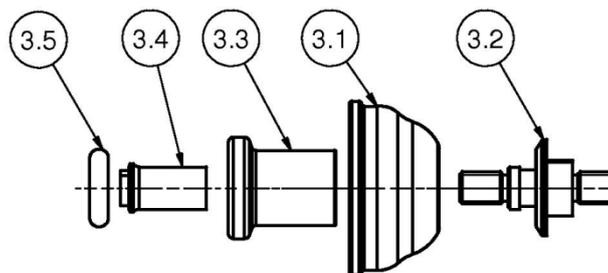

Bild 9 – Ventilkegel Einzelteile
- Ventilkegel (3) mit Maulschlüssel SW10 und SW6 demontieren. Hierzu die jeweiligen Schlüsselflächen an dem Klemmstück (3.4) und an dem Einschraubteil (3.2) verwenden. Membrane (3.1) und O-Ring (3.5) entnehmen (siehe Bild 9).